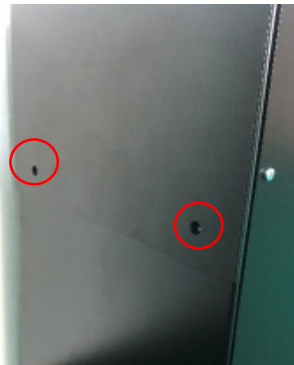

Figura 58 - Viti fianco sinistro
- Isolare il tratto di cavo che sarà da intestare con connettore tipo MC4 (Figura 58).